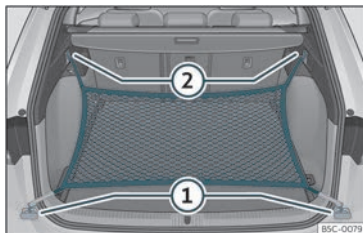

Fig. 117 Na bagageira: argolas (1) e ganchos (2) para fixar o saco de rede.
- Fixe os ganchos curtos da rede nas argolas de fixação»»» **Fig. 117** (1) »»» . O fecho de correr do saco deve ficar voltado para cima.
- Fixe as fitas nos ganchos para prender sacos (2).